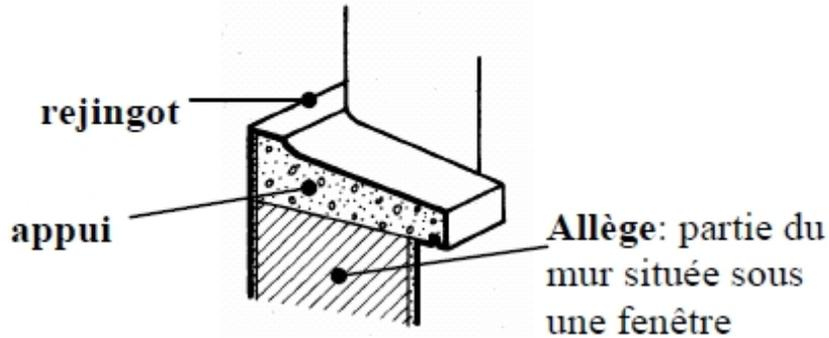

Figure 5 : Cas des allèges > 1 m
- Cas des allèges > 1 m (Figure 5).